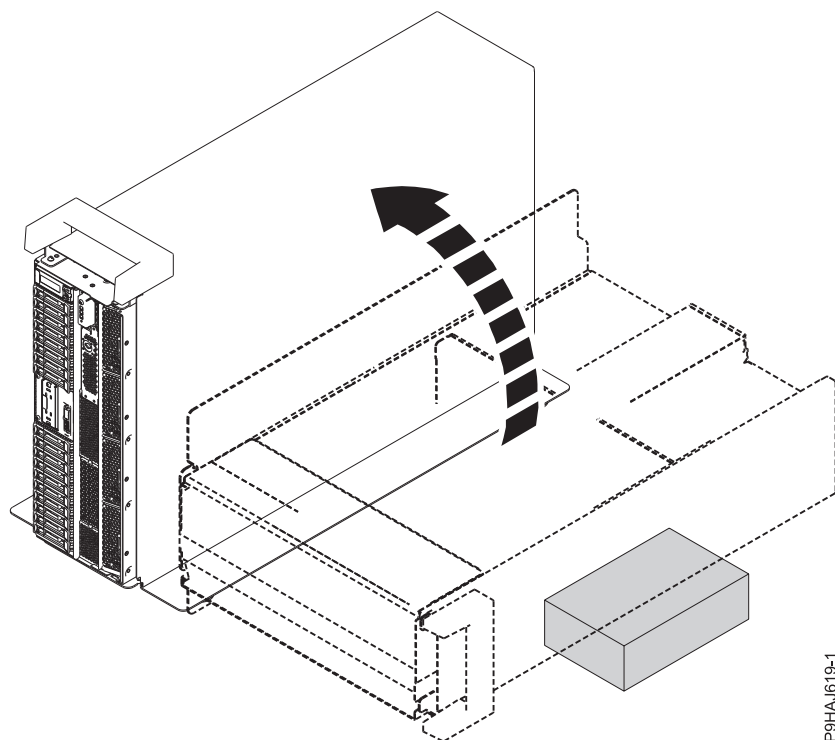

Figura 41. Com moure el sistema autònom a la posició vertical
- a. Inclineu amb compte el sistema autònom de la posició horitzontal fins a la posició vertical. Consulteu Figura 41 a la pàgina 57.